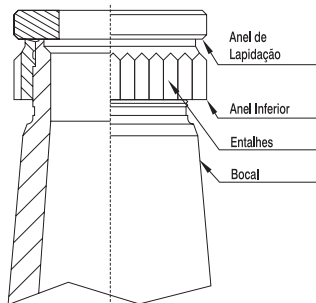

Figura 07
- 8.1.11** Suelte el Tornillo de Bloqueo inferior (03), alejándolo un poco del Anillo de Regulación inferior (07). Coloque un anillo de lapidación sobre la superficie de sellado de la tobera (06), teniendo cuidado de no alterar la posición del anillo inferior. Gire el Anillo de Regulación inferior en sentido antihorario y cuente el número de ranuras que pasa delante del Tornillo de bloqueo, hasta entrar en contacto con el anillo de lapidación (Figura 07). Anote esta información, ya que ayudará a colocar el anillo inferior en la misma posición anterior al desmontaje.